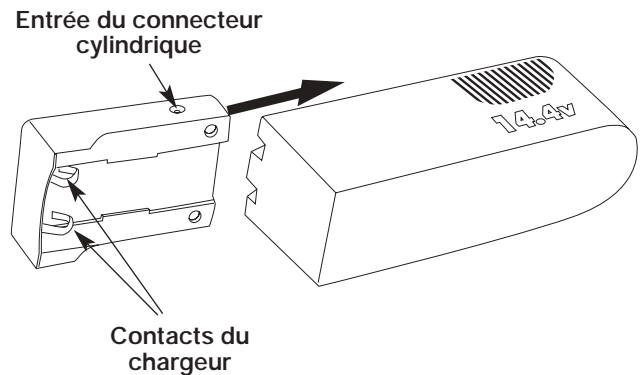

Fig. 2
3. Faites glisser le chargeur dans la batterie, de l'extrémité carrée de la batterie (Fig. 2).
4. Poussez fermement pour que la batterie se verrouille en place. Permettre aux contacts de la batterie de s'enficher dans les contacts du support de charge (Fig. 2).